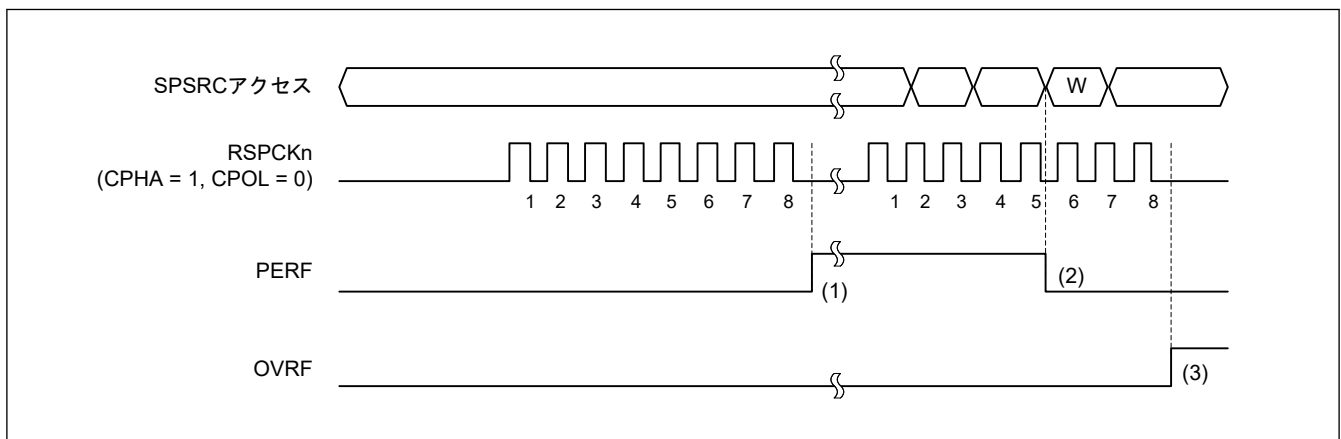

図 30.52 OVRF フラグおよび PERF フラグの動作例
図 30.52 に、OVRF フラグと PERF フラグの動作例を示します。図 30.52 に記載の SPSR アクセスは、SPSR レジスタへのアクセス状況を示しています。W は書き込みサイクル、R は読み出しサイクルです。この例では、SPCR.SPPE ビットが 1 の状態で全二重同期式シリアル通信を行います。SPI は、SPCMDm.CPHA ビットが 1、SPCMDm.CPOL ビットが 0 の設定で、8 ビットのシリアル転送を実行します。RSPCKn 波形の下に記載した数字は RSPCK サイクル数 (= 転送ビット数) を示しています。
以下に、図 30.52 の (1) ~ (3) に示したタイミングでのフラグの動作内容を説明します。